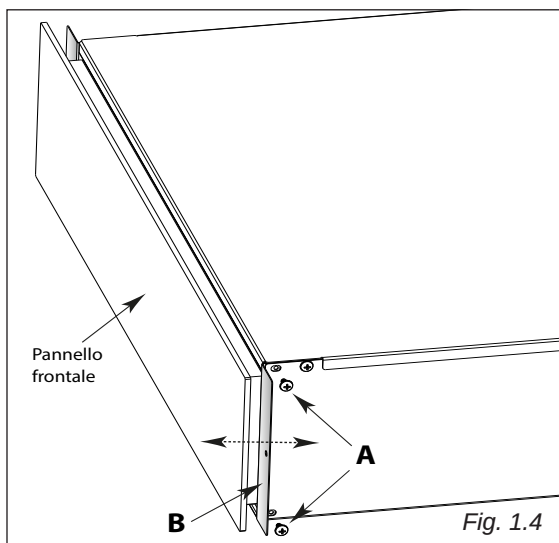

Fig. 1.4
- per regolare la profondità del cassetto scaldavivande, allentare le viti "A" (fig. 1.4) e regolare le squadrette "B" (fig. 1.4) fino al corretto allineamento del pannello frontale con l'elettrodomestico in abbinamento.
- Riavvitare le viti "A" (fig. 1.4) fino al completo fissaggio.